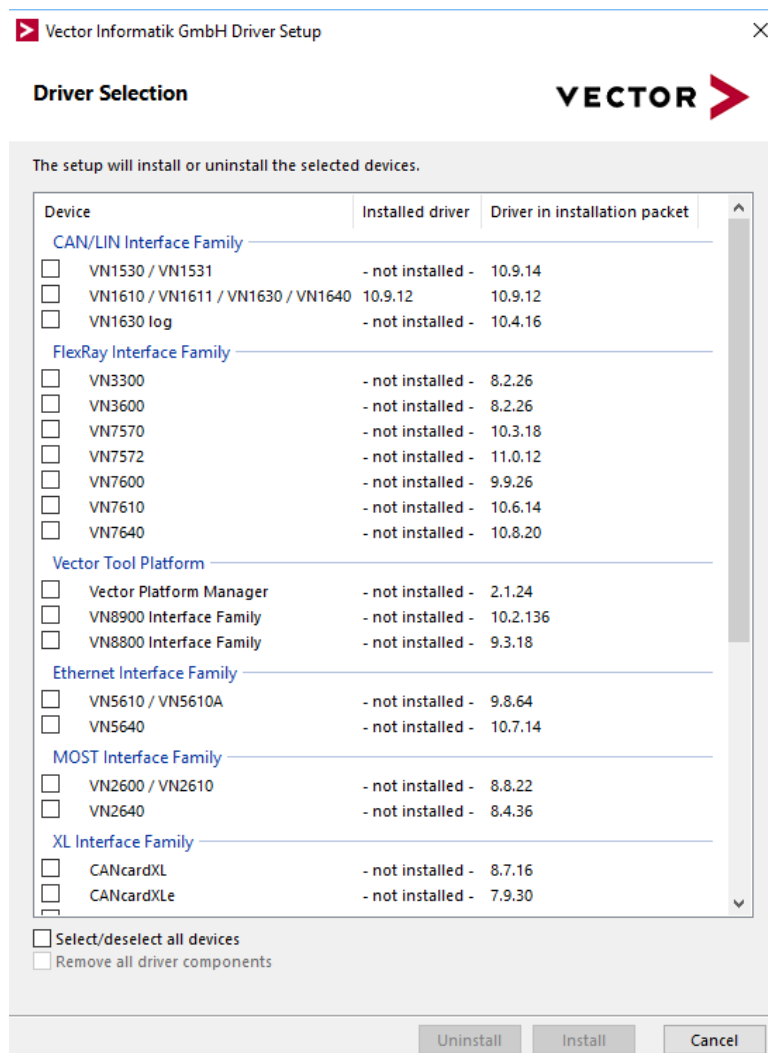

Abb. 4.47: Auswahl Vector-Treiber
- Wählen Sie die Treiber der Hardware-Geräte, welche verwendet werden und führen Sie die Installation aus (siehe Abb. 4.47).